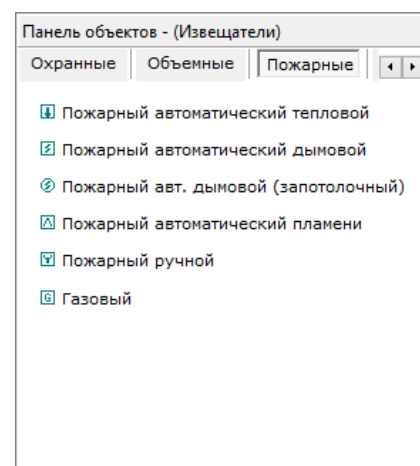

Рисунок 6-492 Панель объектов - Извещатели вкладки "Пожарные"
- Пожарные (см. Рисунок 6-492),